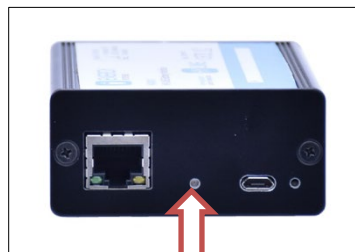

Figure 4
- The status-LED inform about the connection between battery interface and Smart Battery - see *Figure 4*.
Die Status-LED informiert über den Verbindungsstatus des Batterie-Interfaces mit der Smart Battery – siehe Bild4.
- Click on the "TOOL" logo and select the new firmware file. - see Figure 4